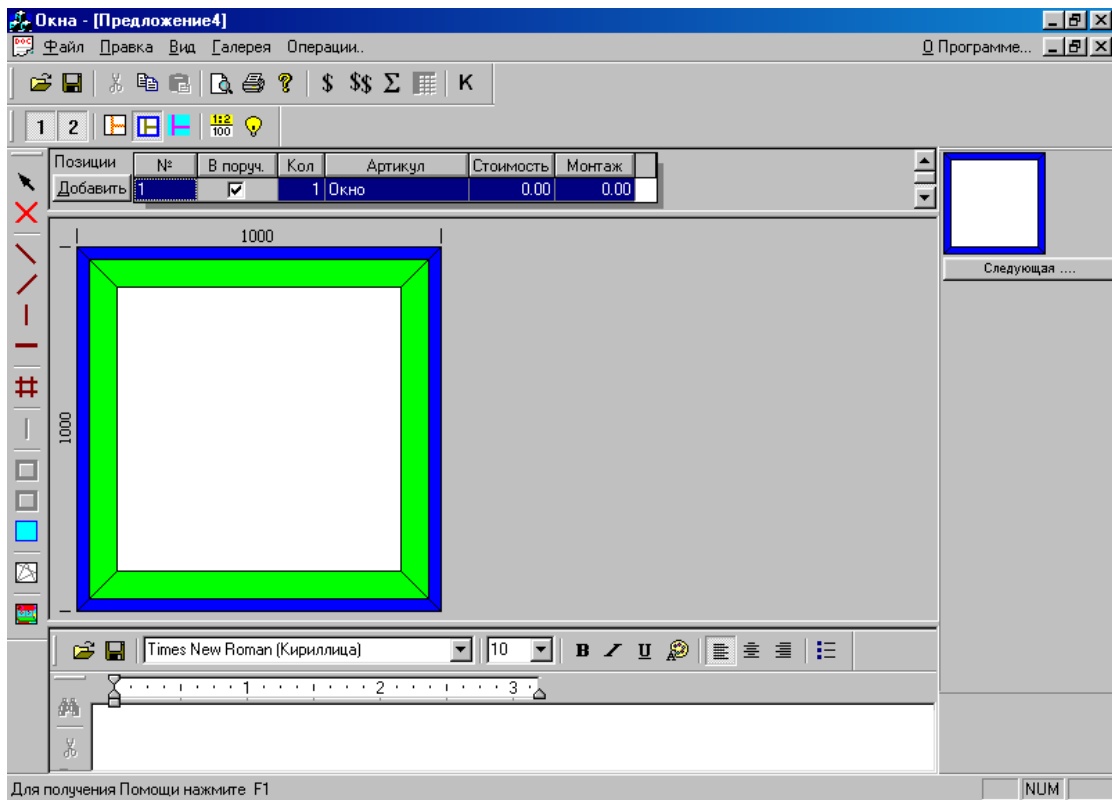

Рисунок 16. Вид конструкции – рама со створкой.
4. Далее вставляется створка. На вертикальной строке инструментов (рис.10) выберите инструмент . Кликните в рабочем пространстве. Появится контур створки зелёного цвета в обрамлении контура рамы (рис.16).